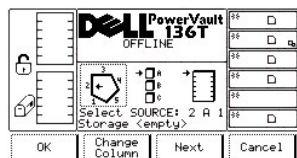

図 38. Command > Move > Scan Barcode ダイアログ
Scan Barcode を選択すると、バーコードスキャン ダイアログが表示されます。 図 38 を参照してください。このオプションは、スロットの範囲内での在庫管理を行います。
- 1 Next ソフトキーの下にあるボタンを選択すると、現在のソースパラメータは、バーコードスキャンダイアログで示されるようにスロットからコラムに変わります。図 38 まで戻って参照してください。